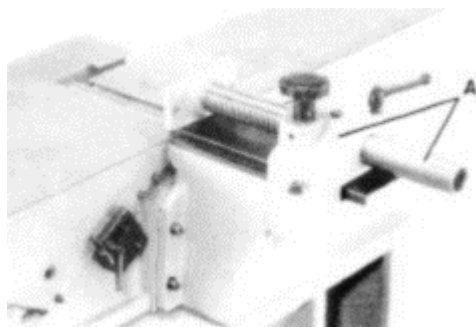

Рис. 14 Пример правильно установленного узла каретки
2. На Рис. 14 показан узел каретки ограждения (А), правильно установленный на фуговальном станке.